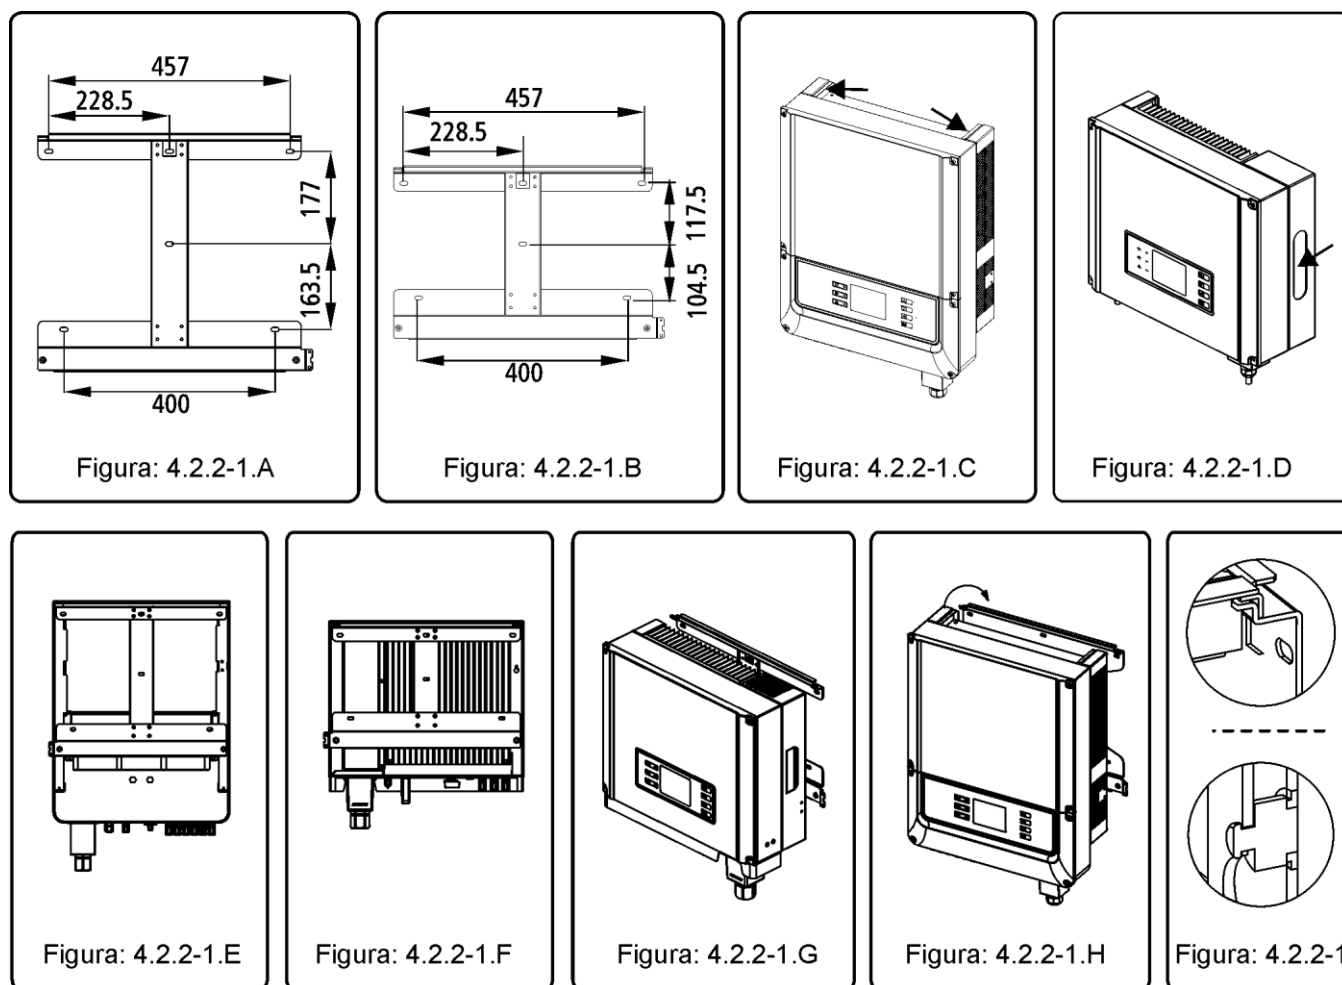

Figura 4.2.2-1
- (1) Utilize o suporte de parede como molde para indicar as posições dos furos na parede. Os furos devem ser 10 mm de diâmetro e 80 mm de profundidade, consulte a Figura 4.2.2-1A e Figura 4.2.2-1B ;
- (2) Fixe o suporte de parede usando os parafusos / buchas de caixa de acessórios;
- (3) Segure o inversor utilizando a abertura no dissipador, conforme a Figura 4.2.2-1C e Figura 4.2.2-1D;
- (4) Coloque o inversor na parede, conforme a Figura 4.2.2-1G e Figura 4.2.2-1H.